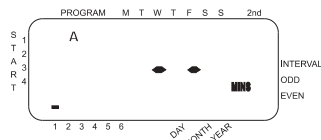

Figure 5: Durée station pour programme A.
- Positionner le commutateur sur Station/Durée dans le programme A ou B. L'affichage indiquera par un "A" ou un "B" le programme sélectionné et les -- MINS et le curseur clignotant à la station "1" (voir la Figure 5).